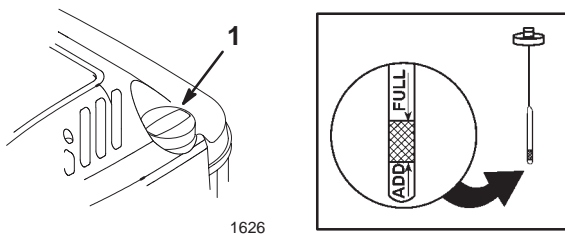

Abbildung 6
Vor jedem Einsatz darauf achten, daß der Ölstand zwischen den Markierungen *Add* und *Full* am Peilstab liegt (Abb. 6).
2. Den Bereich um den Peilstab herum reinigen (Abb. 6).
6. Den Ölstand am Peilstab ablesen (Abb. 6).
2. Den Bereich um den Kraftstofftankdeckel herum reinigen (Abb. 6).
3. Den Deckel vom Tank abnehmen (Abb. 6).